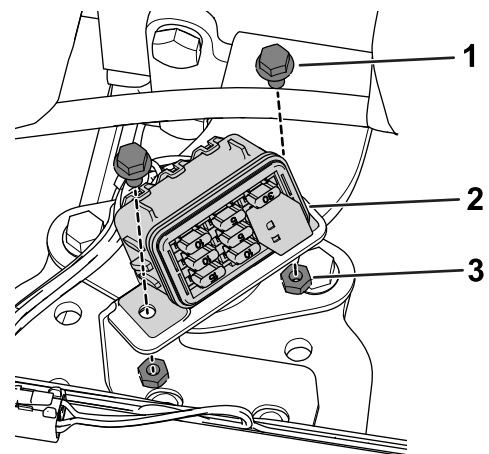

Figura 16
3. Utilice 2 pernos con arandela prensada (M6) y 2 contratuercas (M6) para sujetar el bloque de fusibles al soporte del bloque de fusibles (Figura 16).